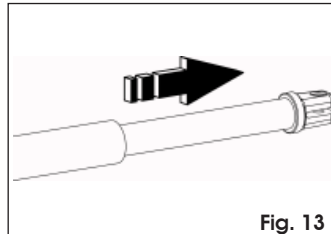

Fig. 13
- Extraiga completamente el tubo hasta el tope (Fig. 13).